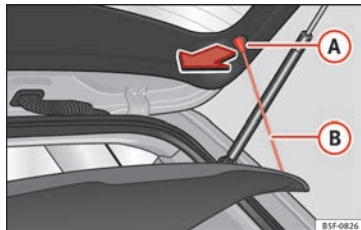

Bild 159 I bagageutrymmet: ta bort och montera hatthyllan
- Haka loss öglorna » **bild 159** (B) från sina krokar (A).
- Haka fast öglorna » **bild 159** (B) på bakluckan » ⚠.